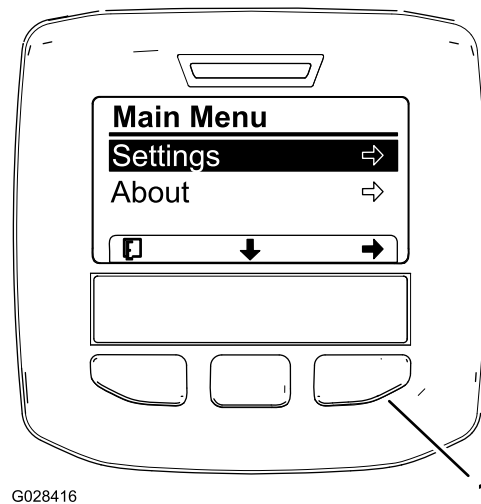

Figure 20
3. Appuyez sur le bouton de sélection central pour accéder au menu principal (Figure 20).
- Appuyez sur le bouton de sélection gauche pour sauvegarder votre ou vos choix, quitter le menu Réglages et retourner au menu principal (Figure 20).
9. Appuyez sur le bouton de sélection gauche pour quitter le menu Réglages et retourner au menu principal (Figure 20 et Figure 22).